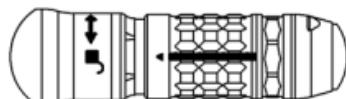

Figura 1
- Utilice con cuidado un cepillo para limpiar las canulaciones del accesorio mientras está sumergido en solución de limpieza. Utilice el ACB para todos los accesorios excepto para el MA-D20-G1 y los casquillos de cojinete del accesorio de mínimo acceso. Utilice el SDCB para el MA-D20-G1 y los casquillos de cojinete del accesorio de mínimo acceso. Si el accesorio presenta un casquillo de desbloqueo (figura 1), mueva el casquillo y cepille el área expuesta.
- Manipule todas las piezas móviles, como los casquillos de desbloqueo (figura 1).